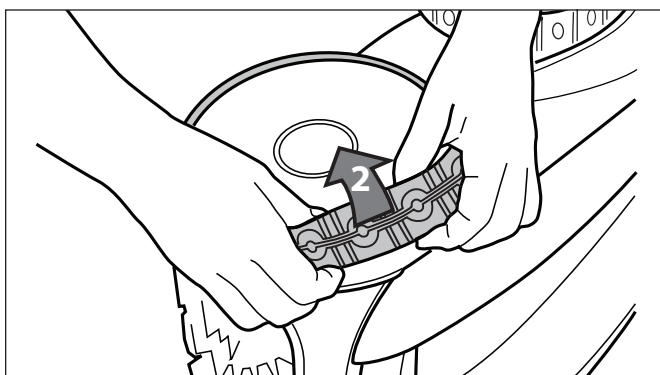

Figura 37. Remueva el viejo neumático
2. Quite el neumático viejo, como se muestra en la Figura 37.